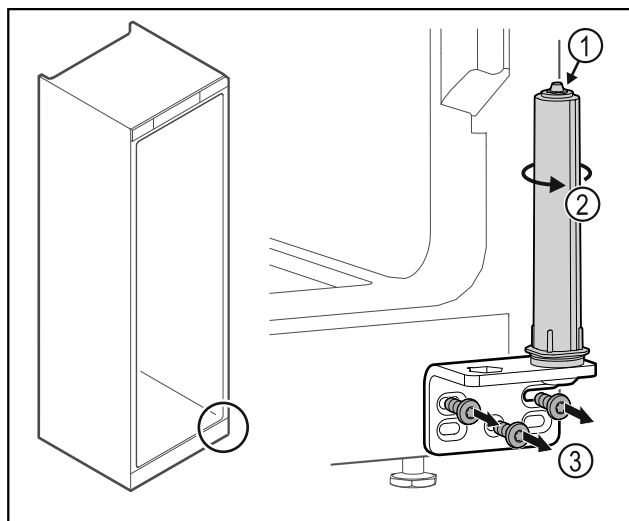

Fig. 28
- ▶ Ne razstavite sistema za zaklepanje vrat Fig. 28 (1).
- ▶ Obračajte zaporni sistem Fig. 28 (2), dokler ne klikne.
- ▶ Odvijte kotnik tečaja vrat Fig. 28 (3).